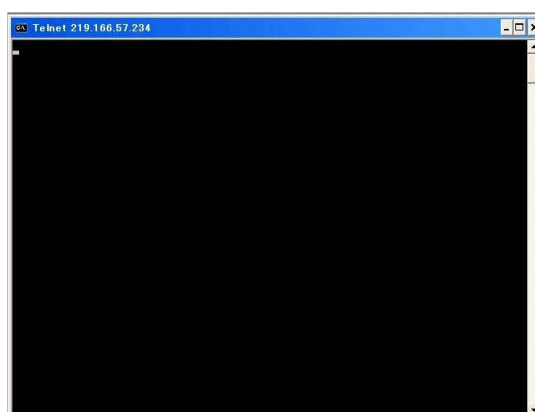

図6. 入力結果
- (3) キー入力し終わったら、リターン・キーを押してください。
- (4) 図6のような画面(ウィンドウ枠の左上に「Telnet 219.166.57.234」と表示され、点滅カーソルが左上にある)が表示される場合は、監視用パソコンの設置回線としてその回線が利用可能です。
- (5) 「接続中: 219.166.57.234... ホストへ接続できませんでした。ポート番号 50002: 接続に失敗しました」と表示された場合は、その回線は利用できません。